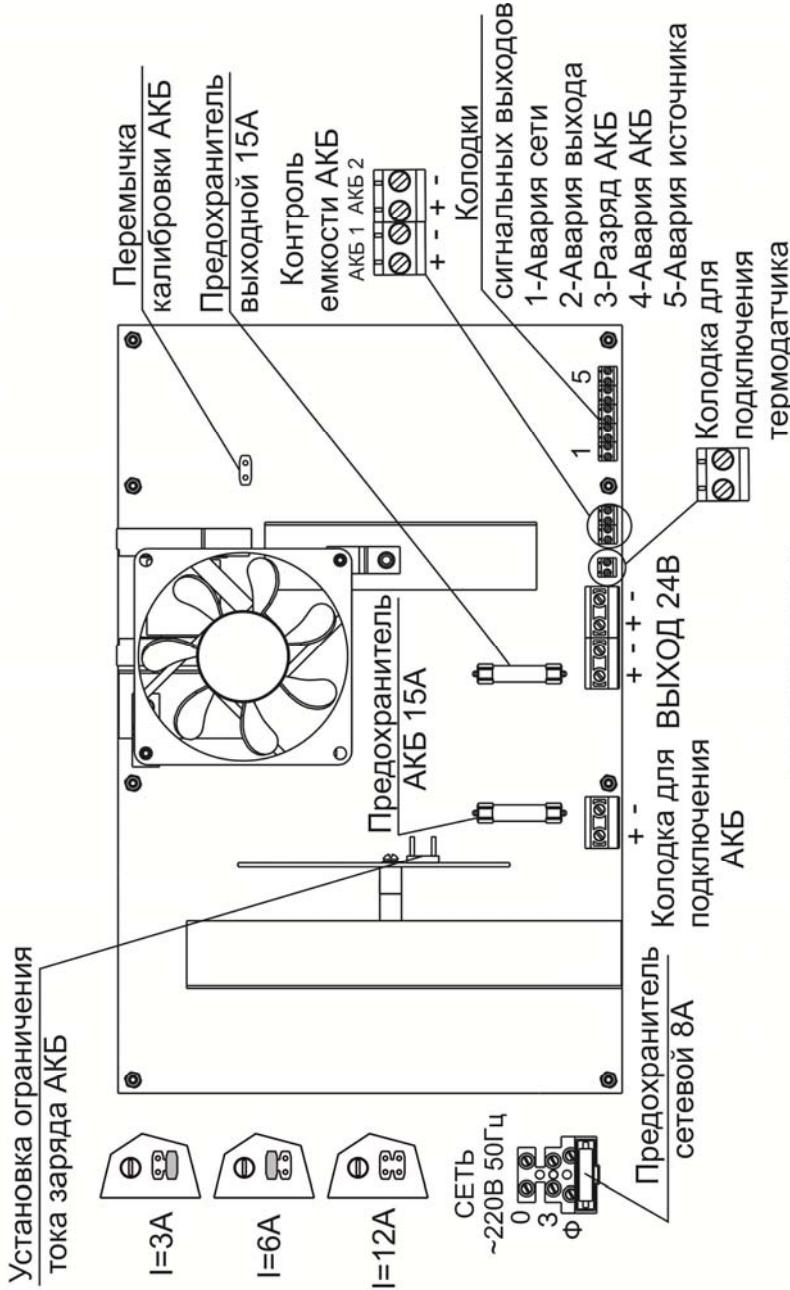

РИСУНОК 1
Запрещается ставить в колодки предохранителей перемычки и плавкие вставки номиналов, превышающих указанные в разделах «КОМПЛЕКТ ПОСТАВКИ» и «СХЕМА ПОДКЛЮЧЕНИЯ ИСТОЧНИКА (см. приложение Рисунок 1)».
Подключение источника производится при отключенном сетевом напряжении и открытой крышке (см. приложение Рисунок 1) в следующей последовательности:
- при необходимости, подключить термодатчик (входит в комплект поставки) к контактам колодки для подключения термодатчика (см. приложение Рисунок 1);
- проверить правильность произведенного монтажа в соответствии со схемой подключения (см. приложение Рисунок 1,2,3,4).
- подключить аккумуляторные батареи к клеммам «АКБ» с учетом полярности (красный провод – к клемме «+АКБ») (см. приложение Рисунок 1, 4).
- надеть джампер на перемычку калибровки АКБ (см. приложение Рисунок 1). Источник произведет калибровку по подключенной АКБ;